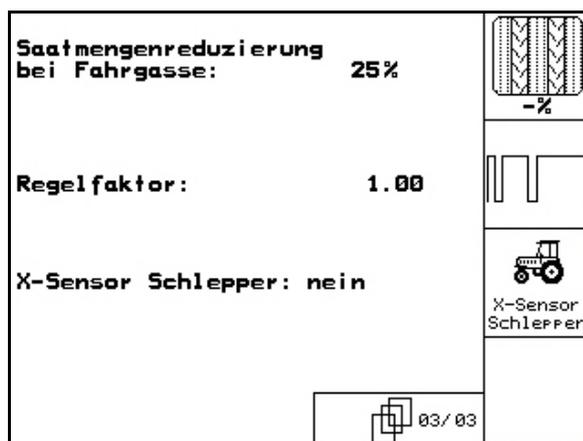

Fig. 7
Página 3 03/04 **(Fig. 7)**
2. Marcar el punto inicial y el final del trayecto de medición (Fig. 7).